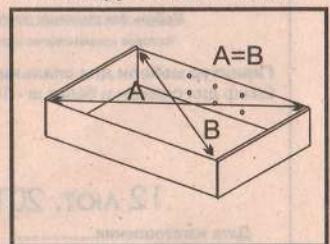

рис. 3
**Замечание:** перед тем, как прибить заднюю стенку (орголит), необходимо выставить равенство диагоналей А и В, см. рис. 3.